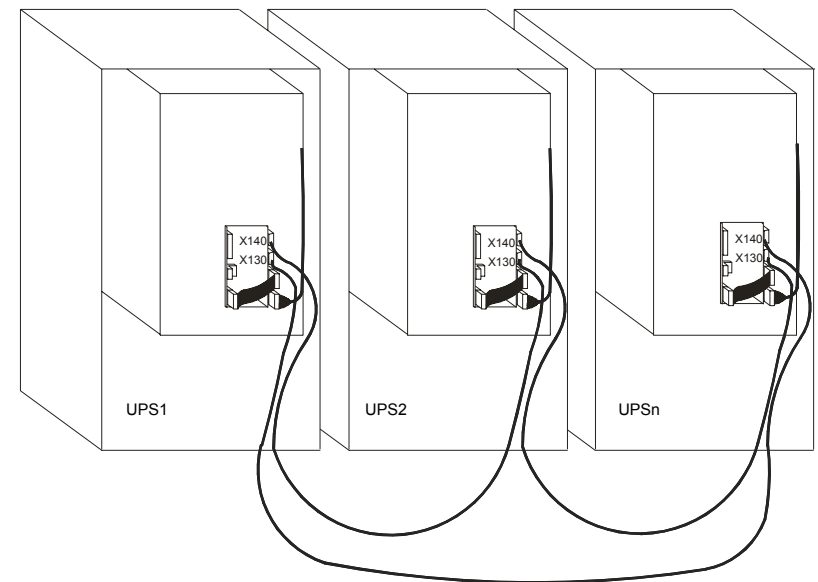

Figura 21 – Cabos de comunicação em paralelo
5. Ligar o conector marcado com A40/A11/X140 do cabo de comunicação em paralelo à tomada X140 da POB do primeiro UPS (UPS1) na configuração. Ver a Figura 21.
6. Ligar o conector marcado com A40/A11/X140 do cabo de comunicação em paralelo à tomada X130 da POB do segundo UPS (UPS2) na configuração. Ver a Figura 21.
7. Ligar deste modo todos os UPS's, utilizando o cabo de comunicação em paralelo do último UPS (UPS_n) para ligar a tomada X140 da POB à tomada X130 da placa POB do UPS1 e completar o circuito. Ver a Figura 21.